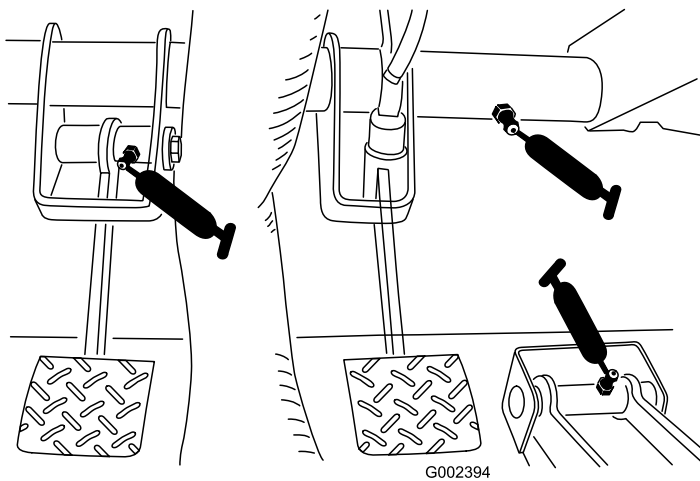

Bild 31
- **Bremse (1)**; siehe Bild 31
- **Kupplung (1)**; siehe Bild 31
- **Gaspedal (1)**; siehe Bild 31